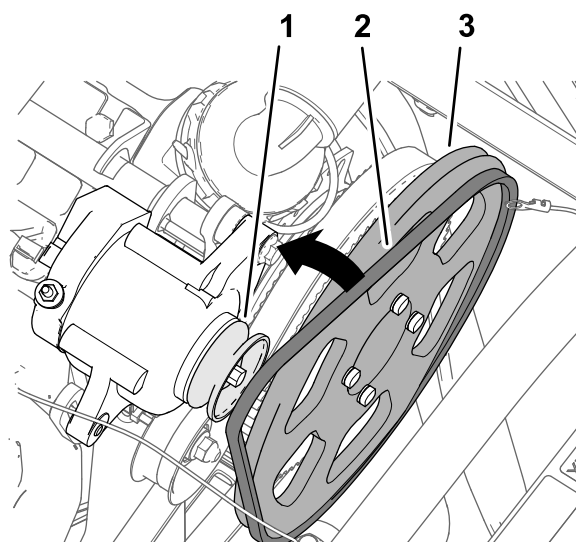

Рисунок 223
- Установите клиновой ремень на ведущий шкив 279 мм и шкив генератора (Рисунок 223).